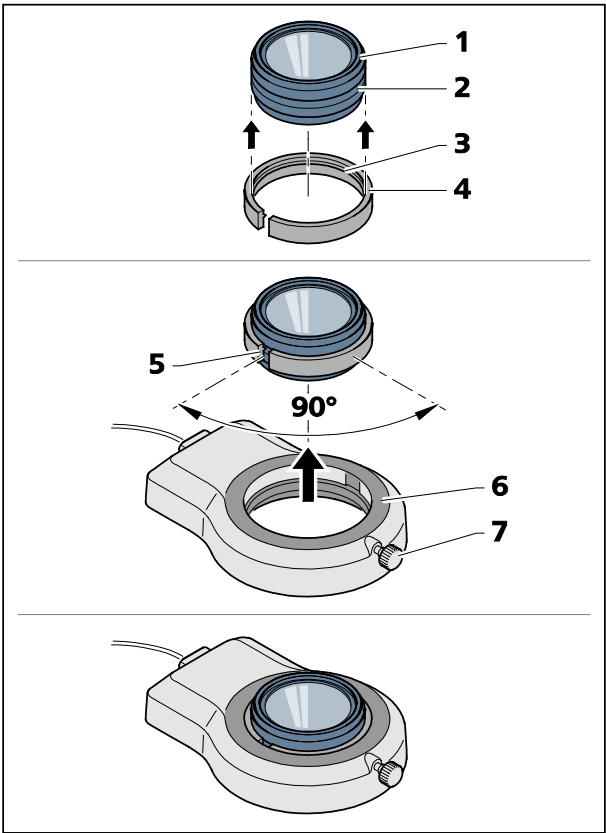

图 14 在镜片 3 上安装环状光源
- 将随附的开槽适配器 (图 14/4) (外直径 66 mm，内直径 58 mm) 从下翻转到镜片 (图 14/1)。必须将适配器内部环绕的隆起 (图 14/3) 卡入镜片物镜的外槽口 (图 14/2)。
- 将环状光源 (图 14/6) 推入到适配器外直径，并用夹紧螺栓 (图 14/7) 固定。
当适配器槽口 (图 14/5) 和环状照明夹紧螺栓 (图 14/7) 呈约 90° 时，将达到最佳夹紧效果。